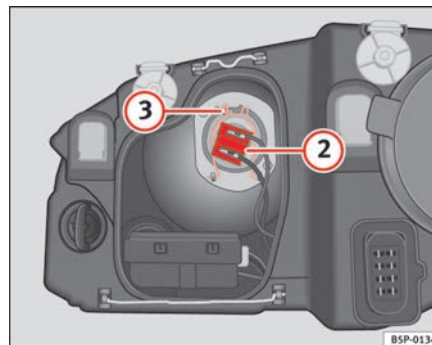

Abb. 182 Abblendlicht
- Ziehen Sie den Stecker ⇒ Seite 270, Abb. 182 ② von der Lampe ab.
- Die Haltefeder ⇒ Seite 270, Abb. 182 ③ durch Eindrücken und Rechtsdrehung abnehmen.